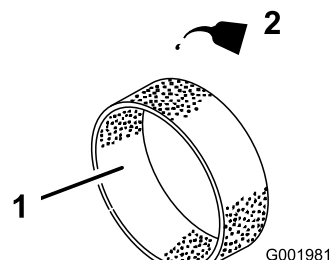

Bild 25
4. Tragen Sie 30 oder 60 ml des Öls auf das Element auf (Bild 25).